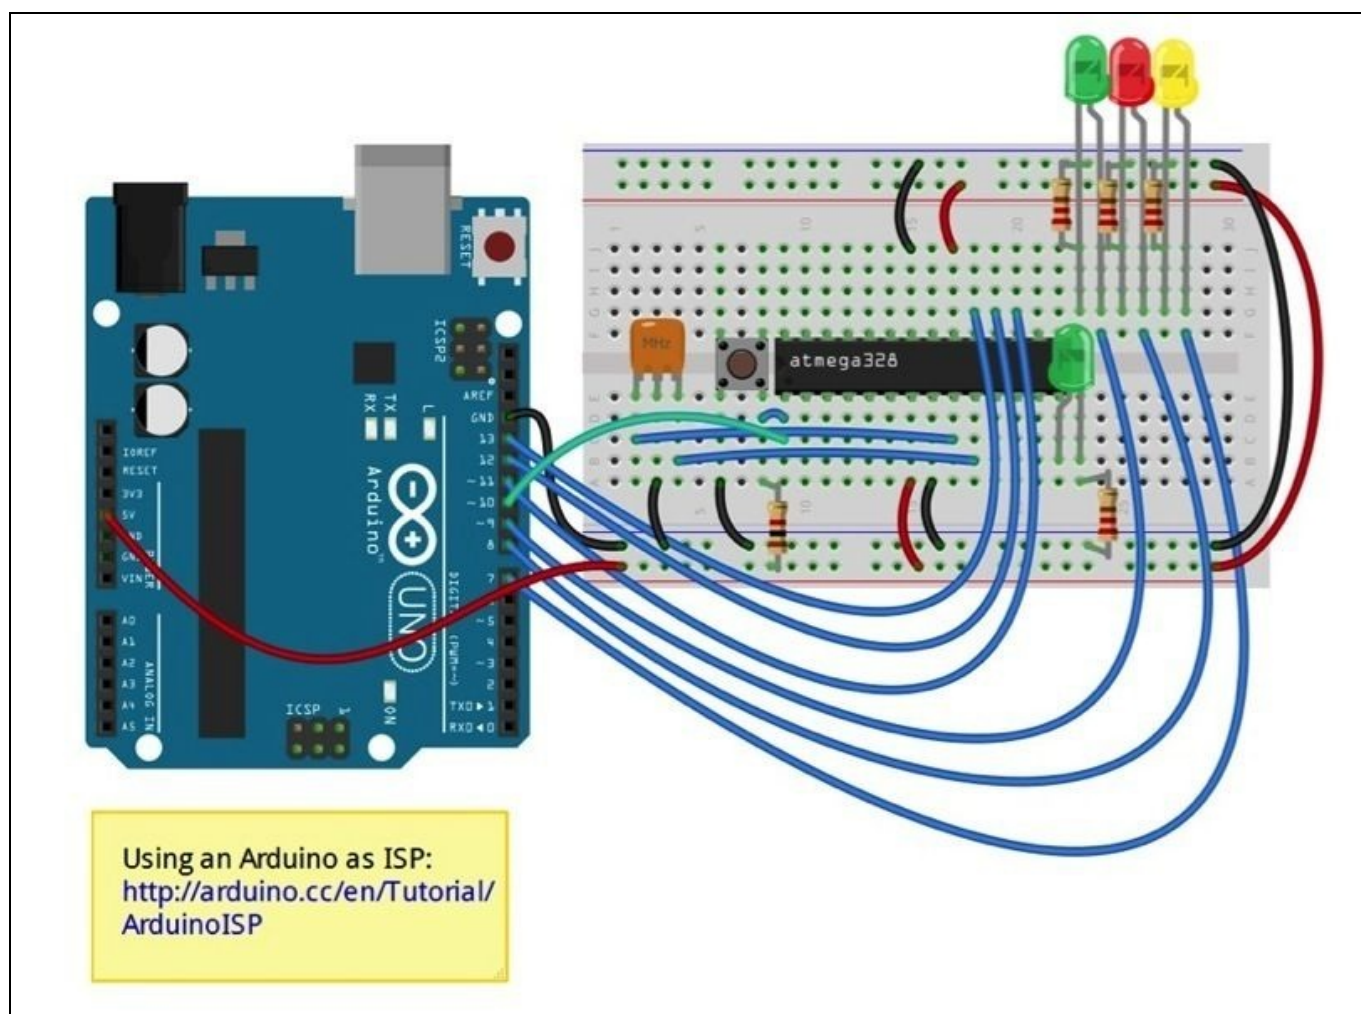

Figura 5.63 Il layout su breadboard per il collegamento ISP.
Come si può notare nella Figura 5.63, vanno collegati i tre pin 17, 18 e 19, contrassegnati come ISP, l'alimentazione +5V e GND, il pin 1 (RST) e, opzionalmente, tre LED di stato alle porte digitali 7, 8 e 9 (pin 13, 14 e 15 del processore).
- Collegare la scheda Arduino da programmare, come mostrato nella Figura 5.63.